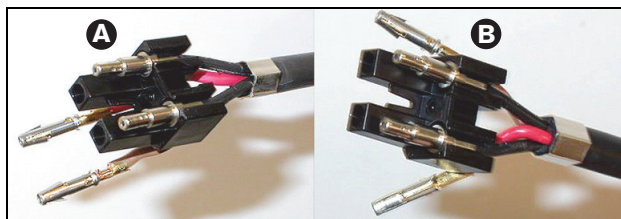

figura 30.32: Bloco de montagem e alojamento traseiro
- 27 Coloque os casquilhos no bloco de montagem (veja a figura 30.32).